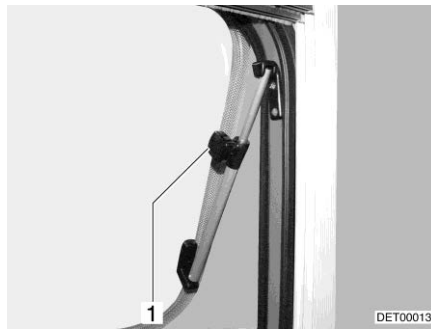

Fig. 119 Claraboya con soportes giratorios, abierta
- Abrir la claraboya hasta la posición deseada y fijarla con el botón moleteado (Fig. 119,1).
- Girar el botón moleteado (Fig. 119,1) hasta que se libere el bloqueo.